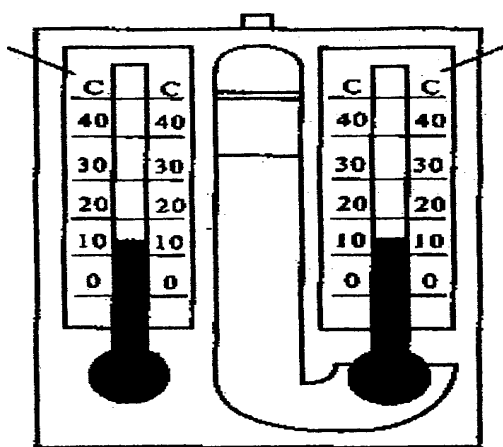

Рис. 3. Психрометр.
Определить относительную влажность воздуха с помощью психрометра. Принцип работы психрометра основан на зависимости интенсивности испарения влаги от влажности окружающей среды. Простой психрометр состоит из двух термометров (1) и (2), укрепленных на одной доске (рис. 3). Термометры имеют деления от 0 до 40°C.